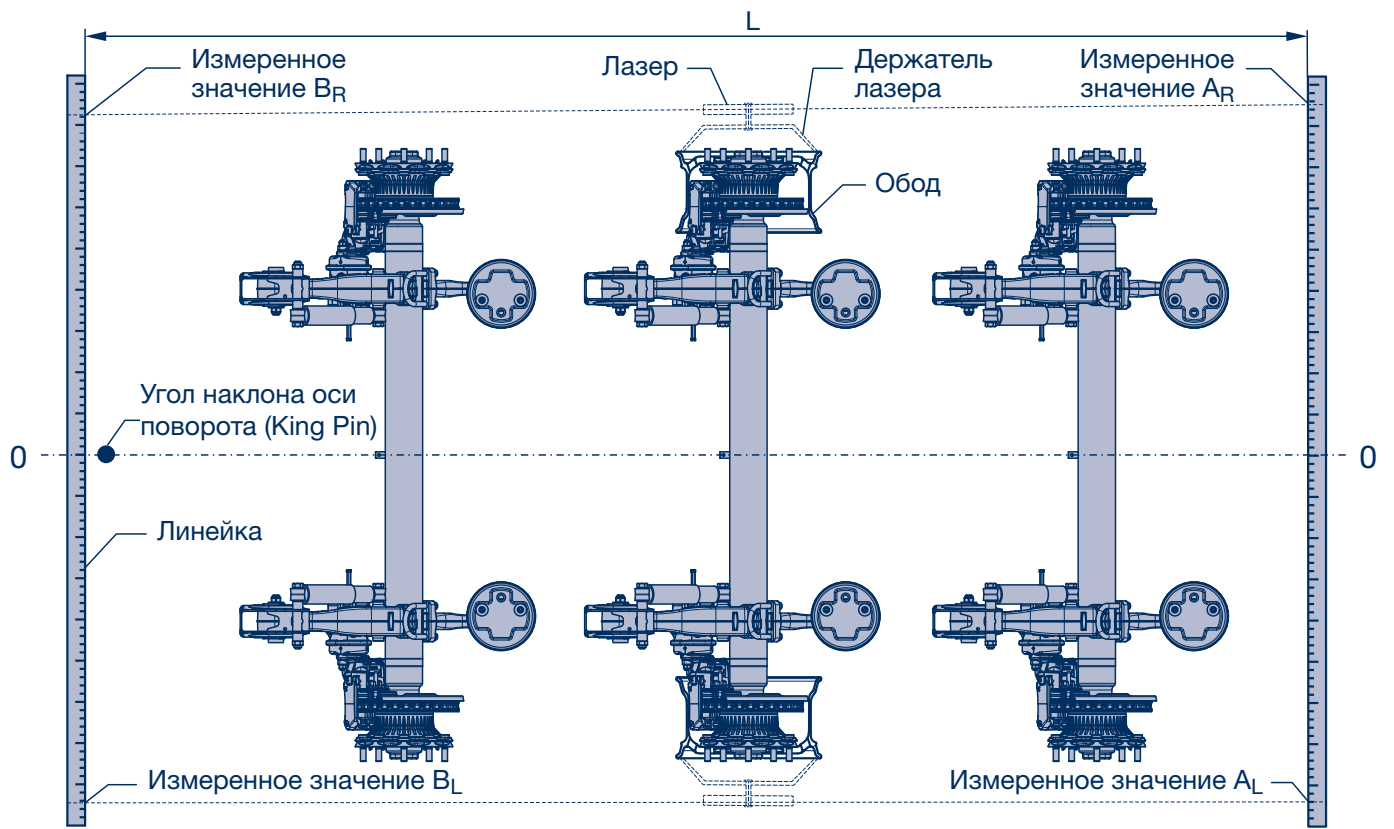

Рисунок 9
- [1] Установить лазерные устройства в соответствии с указаниями производителя (см. рис. 9). При этом следить за **горизонтальным** положением осей, чтобы избежать искажения результатов измерения вследствие превышения значений. Измерение производится, когда транспортное средство находится в ненагруженном состоянии.